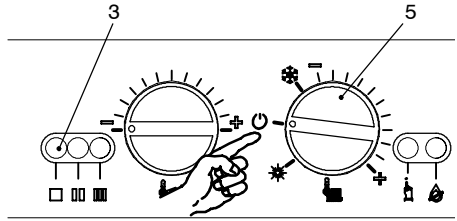

fig. 6.5
- 21 Spegner la caldaia portando il selettore 5 sulla posizione "0" fig. 6.5